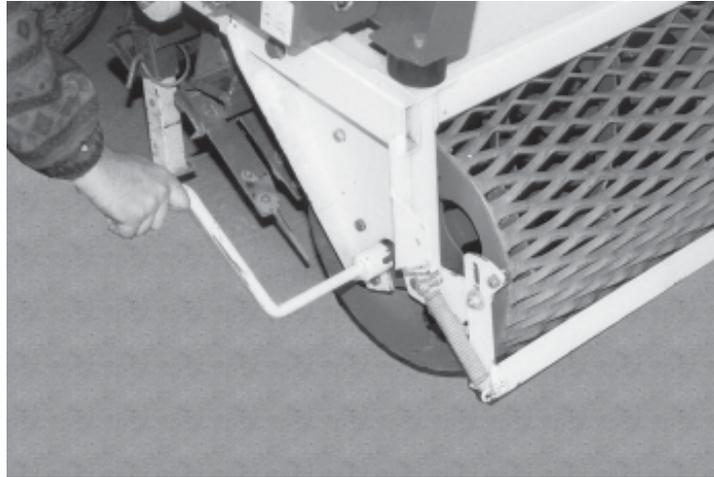

Abb. 18
- Schieben Sie die Kurbel auf die Achse der Walze linksseitig in Fahrtrichtung auf (Abb. 18)